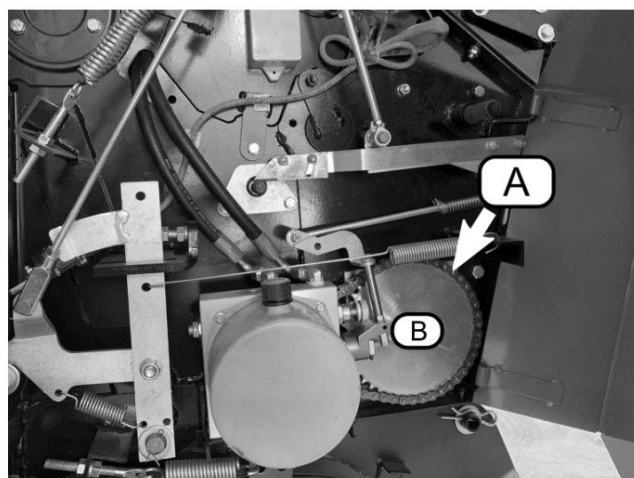

Figura 39 Partea dreaptă a preseii
Tensiunea lanțului de transmisie a grupului de putere hidraulic (Figura 39, A) este reglată prin deplasarea poziției grupului de putere în raport cu pinionul de antrenare (B). Tensiunea optimă va avea ca rezultat o deformare de aproximativ 3/16 de inch (5 mm).